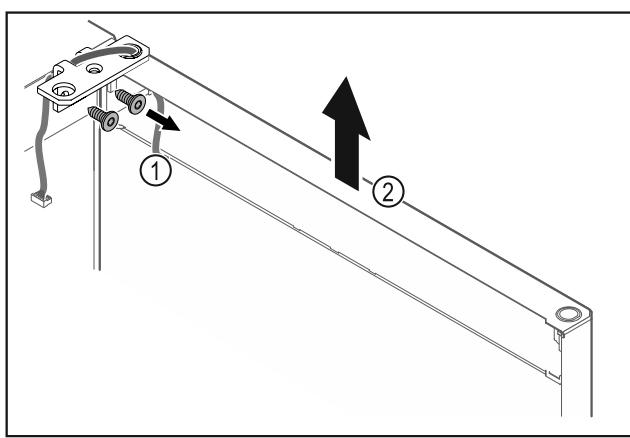

Fig. 25
- Відкрутити шарнірний кутик Fig. 25 (1).
- Дверцята з шарнірним кутиком Fig. 25 (2) приблизно на 200 мм прямо підняти вгору і зняти.